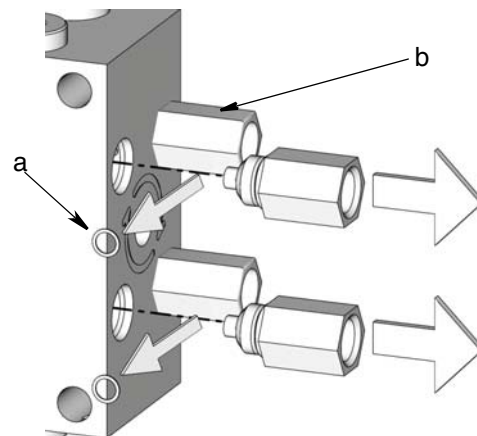

ABB. 2
- Die Dichtung der Sichtfläche (a) vom Auslassadapter (b) abnehmen (ABB. 2).